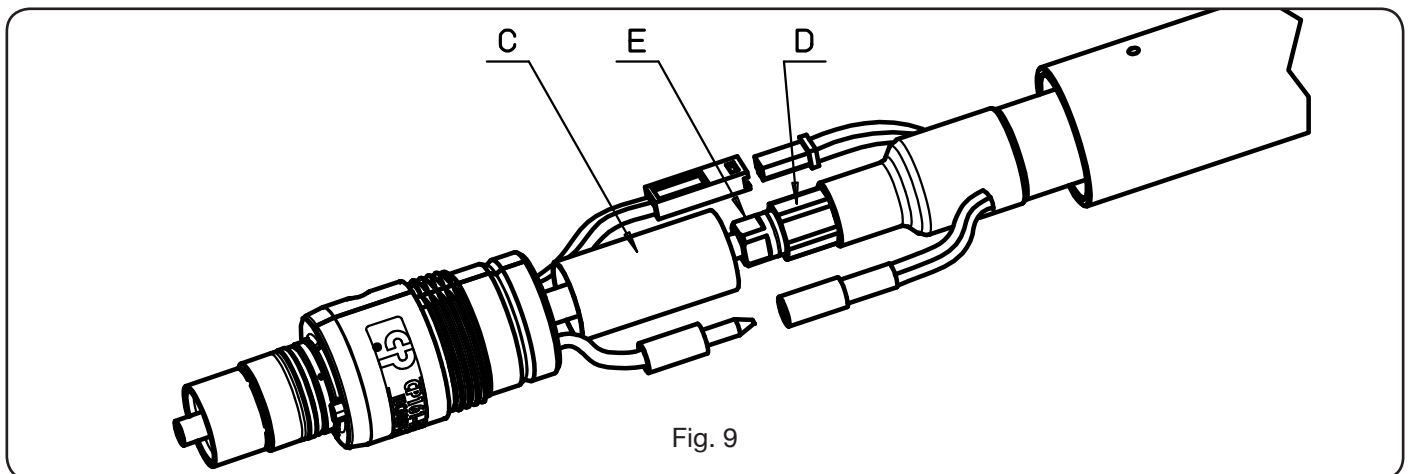

Fig. 9
- Enroscar los racores **D** y **E**, respetando la orientación indicada en Fig. 9.
- Enroskar los racores **D** y **E** respetando la orientación indicada en Fig.9.